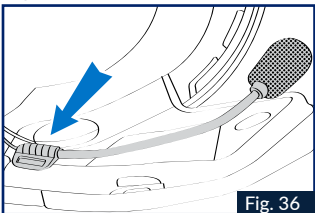

Fig. 36
7. Platzieren Sie das Mikrofon und befestigen Sie es mithilfe des mitgelieferten Klettverschlusses am Styropor des linken Wangenpolsters (Abb.36).